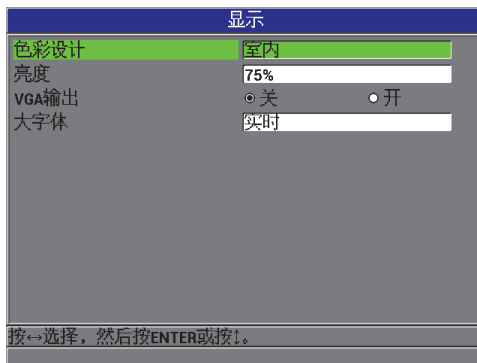

图 3-4 显示屏幕
2. 在**显示**屏幕中（参见第 49 页的图 3-4），选择所需的参数，并为以下参数设置适当的值：